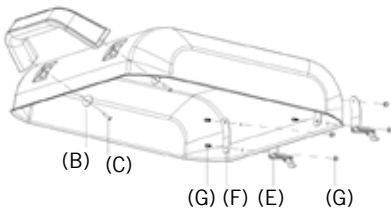

fig. 10
11. Retire los dos tornillos ST 4 x 14 (C) y las arandelas del asa (fig. 10). Coloque una arandela en cada parte interior de la carcasa sobre los orificios para el montaje del asa, introduzca los dos tornillos y apriételos fijamente. A continuación, utilice dos tornillos M 4 x 8 (G) e introdúzcalos a través de las placas de montaje de bisagra. Sujete la placa de montaje contra el interior de la protector contra viento y salpicaduras introduzca el tornillo a través del orificio correspondiente y la bisagra, tal como se muestra en la fig. 10. Asegure los tornillos con las tuercas ciegas correspondientes.